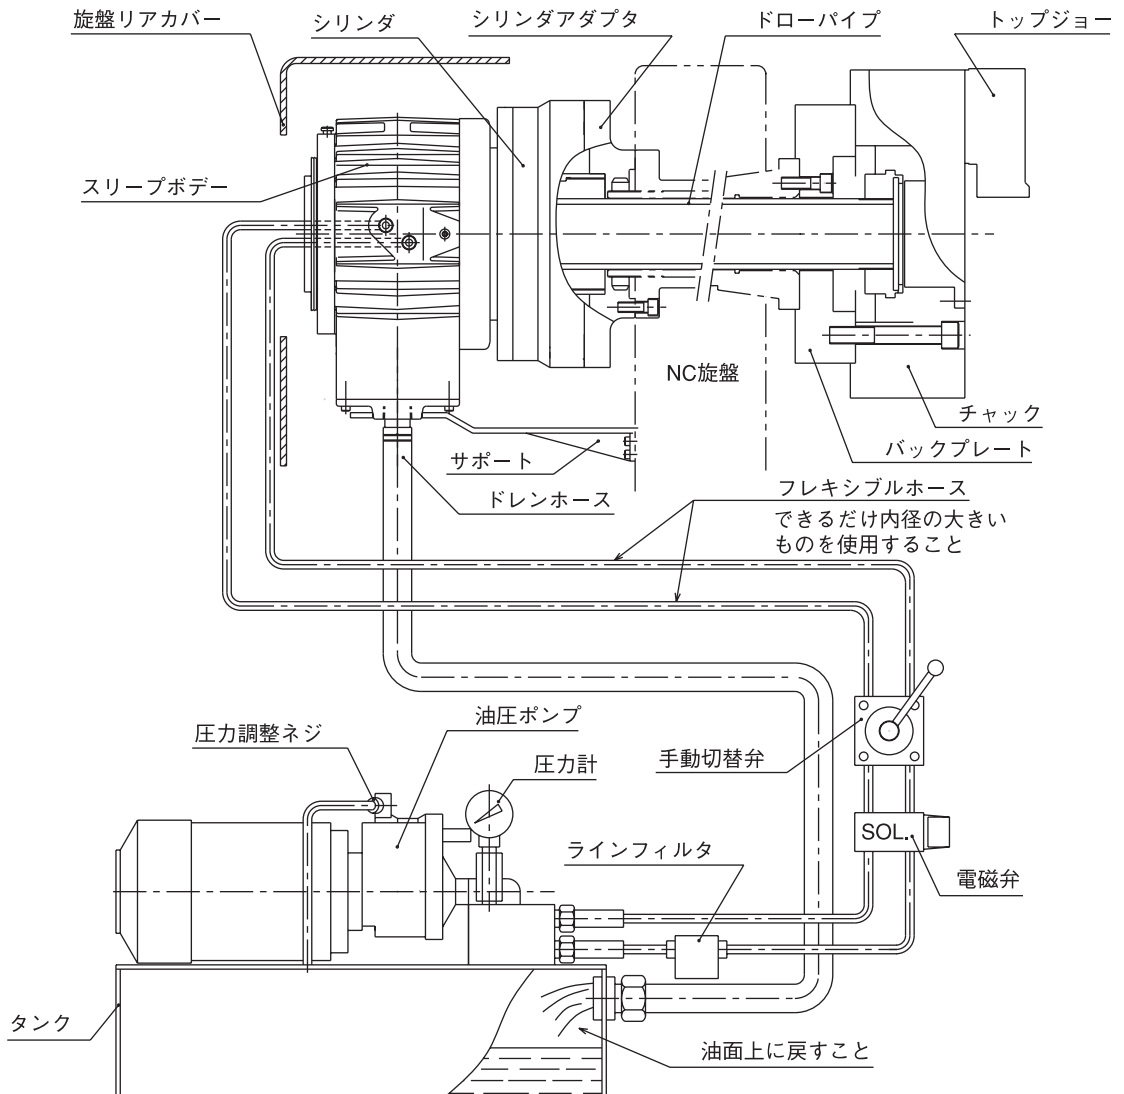

図 13
- ・ドレンは必ず油圧ユニットの油面上に戻すこと。（図13参照）